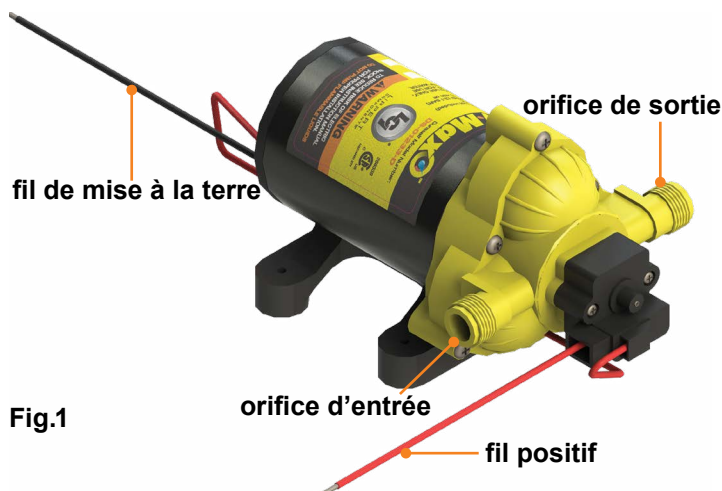

Fig.1
1. Installer le filtre-tamis (**Fig.2A**) du côté de l'entrée de la pompe (**Fig.1**) pour prévenir la pénétration de débris dans la pompe.
2. À l'aide des raccords pivotants de ½ po fournis (**Fig.2B**), raccorder les tuyaux flexibles à haute pression à l'orifice de sortie de la pompe et à l'orifice d'entrée du filtre-tamis (**Fig.1**).
2. Installer un interrupteur de 15 A (contact protégé) sur le fil positif (rouge) (**Fig.1**). Installer l'interrupteur à un endroit facilement accessible.